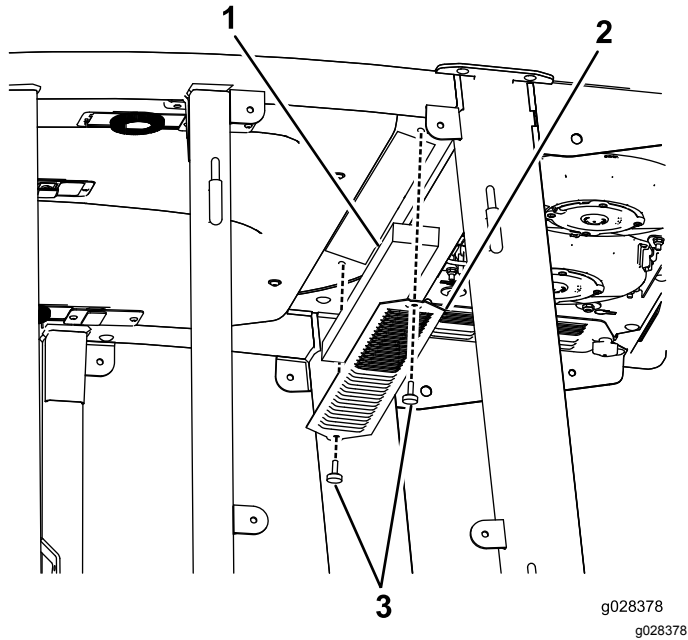
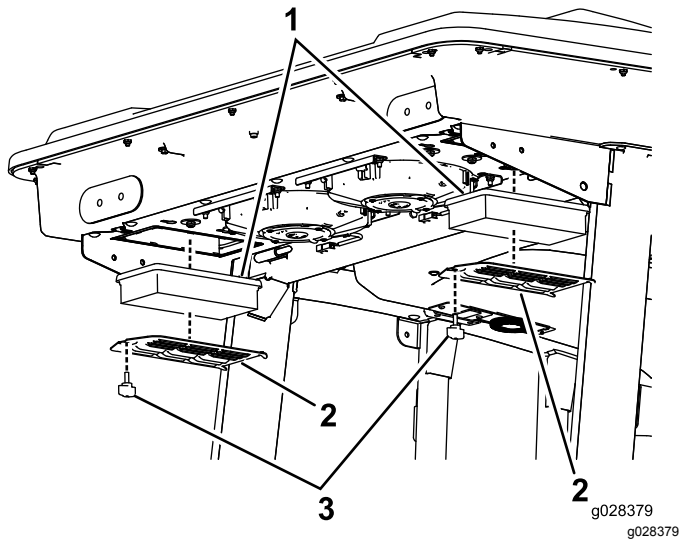
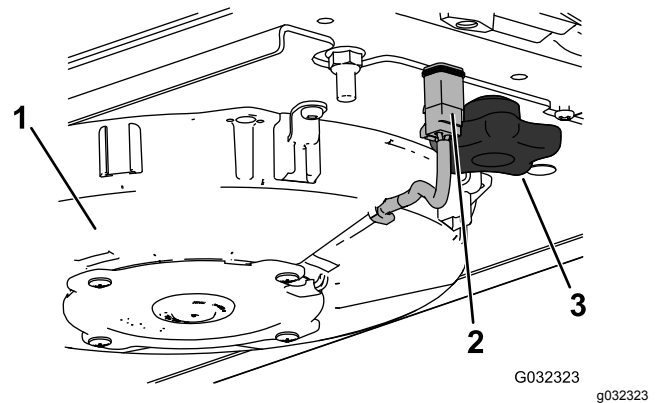
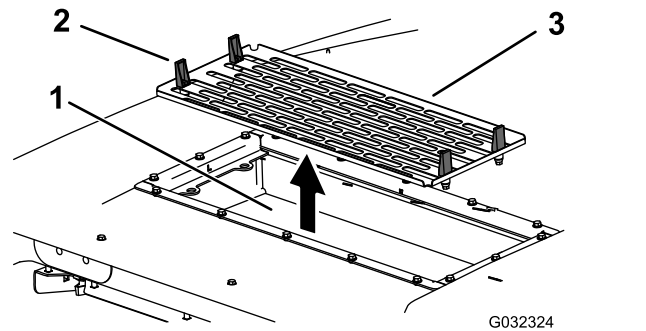

Bild 148
Bild 149
Bild 150
Bild 151
1. Nehmen Sie die Schrauben und Gitter von den internen und hinteren Kabinenluftfiltern ab (Bild 148 und Bild 149).
2. Schließen Sie das Kabel jedes Lüfters ab (Bild 150).
4. Öffnen Sie die vier Riegel an der Klimaanlage und nehmen Sie das Gitter ab (Bild 151).
5. Entfernen Sie die Luftfilter (Bild 149).
7. Bauen Sie Luftfilter, Gitter und Klimaanlage wieder ein (Bild 149, Bild 150 und Bild 151).
8. Schließen Sie das Kabel jedes Lüfters an (Bild 150).